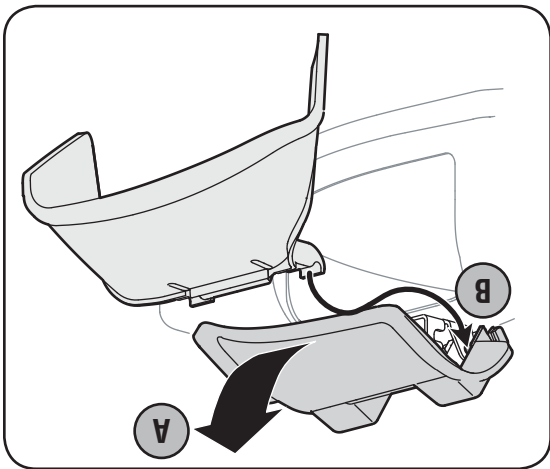

Figure 4-6
6. La tondeuse a été expédiée pour fonctionner comme une tondeuse déchiqueteuse. Pour éjecter l'herbe coupée sur le côté, soulevez la plaque de déchiquetage. Faites glisser les deux crochets du déflecteur d'éjection latérale sous la goupille articulée de la plaque de déchiquetage, voir la Figure 4-6. Abaissez l'ensemble de déchiquetage.